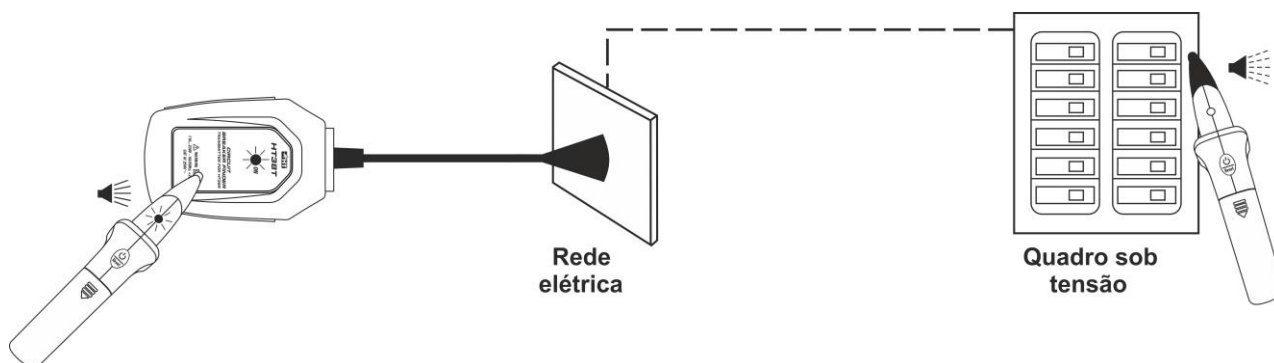

Fig. 3: Ligação da unidade transmissora ao circuito em teste
2. Ligar o transmissor à rede elétrica através da ficha integrada. O LED ON na parte frontal (ver Fig. 2 – parte 2) acende-se e a unidade ativa-se automaticamente e emite o sinal no circuito em teste (ver Fig. 3)
3. Aproximar o elemento sensível do recetor por cima do transmissor (ver Fig. 3) e verificar a emissão de um toque contínuo (). O acendimento do LED verde (ver Fig. 1 – parte 3) e o desligar do LED vermelho (ver Fig. 1 – parte 2) indicam que o sinal foi reconhecido
4. Manter o recetor perto dos quadros sob tensão e movê-lo na direção em que o som intermitente emitido pela unidade se torna mais rápido para sinalizar que a fonte a ser pesquisada está próxima (ver Fig. 3)